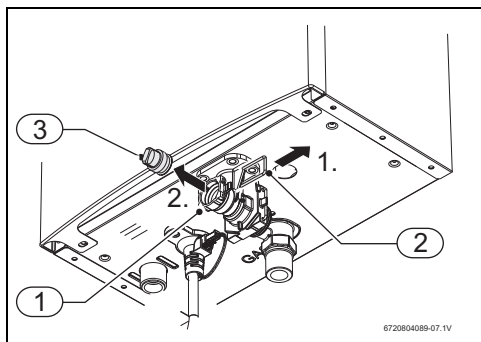

Fig. 9 Tornillo de purga
- El aparato no deberá instalarse en lugares cuya temperatura ambiente pueda ser inferior a 0 °C. En caso de que exista riesgo de congelación, desconecte y purgue el aparato (→Fig. 9).